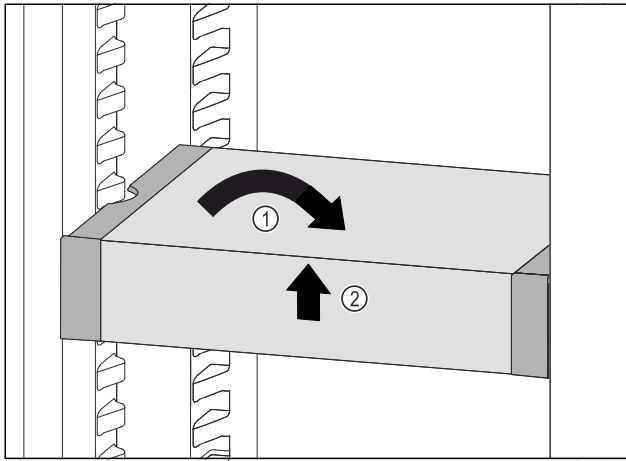

Fig. 119
- ▶ VarioSafe gerade stellen. Fig. 119 (1)
- ▶ VarioSafe vorne anheben. Fig. 119 (2)